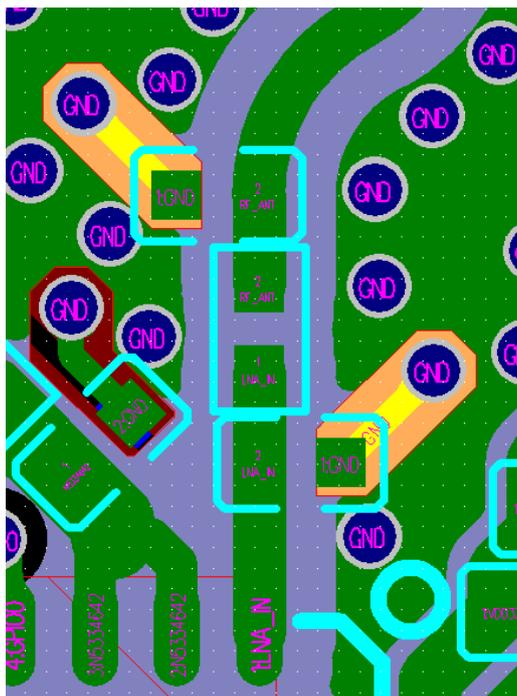

图 19: ESP32C3 系列芯片四层板射频短截线设计
- π 型匹配网络请按照 Z 字型摆放。如果采用的是 0201 封装，其中的两颗并联电容与接地之间请增加短截线，可有效抑制二次谐波。短截线的长度建议为 15 mil，宽度根据 PCB 叠层结构进行确定，确保短截线的特征阻抗为 $100\ \Omega \pm 10\%$ 。此外，短截线地孔与第三层相连，一、二层做 keep-out 隔离。如果 PCB 空间受限，可以只在靠近芯片的并联电容处增加短截线。图 19 中的高亮走线即为短截线。